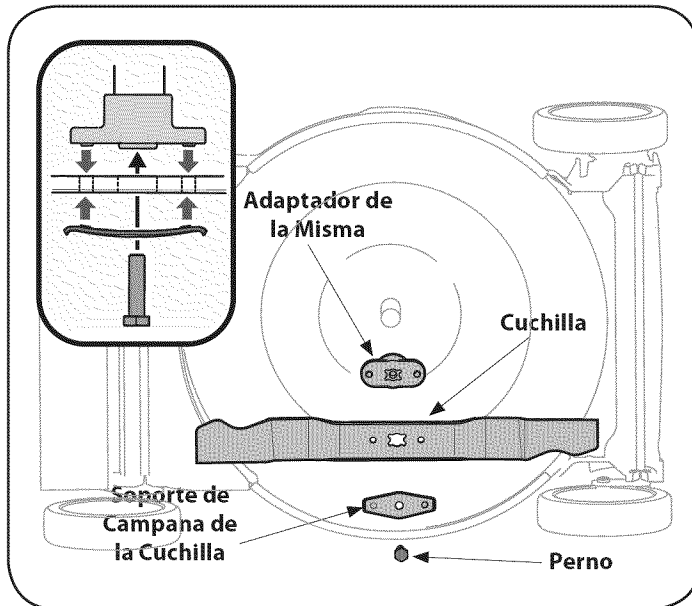

Figura 19
2. Saque el perno y el soporte de campana de la cuchilla que sostienen la cuchilla y el adaptador de la misma al cigüeñal del motor. Vea la Figura 19.